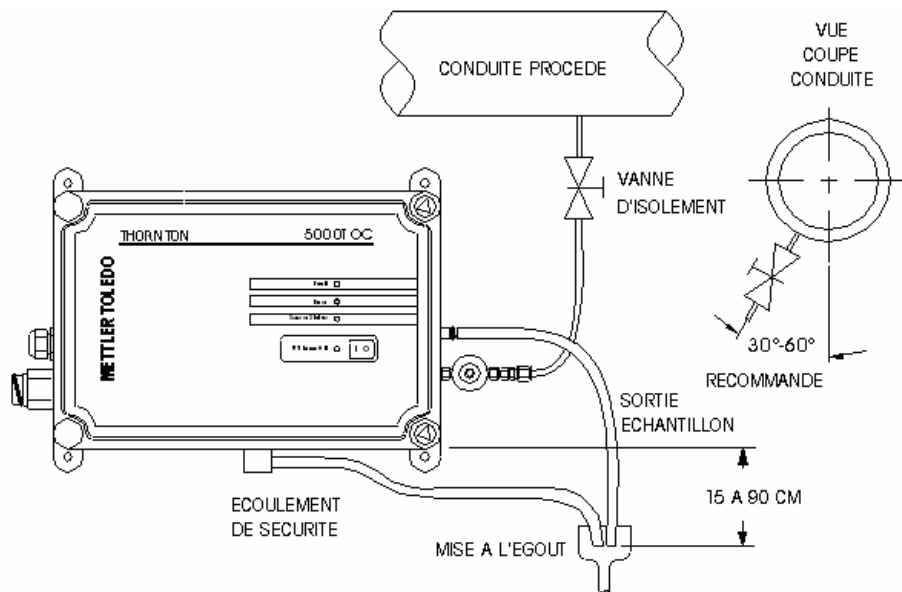

FIGURE 2
- Diriger le tube vers le tuyau atmosphérique situé à proximité de la sonde. Voir la figure 2, pour les dimensions de l'emplacement du tuyau. **Prendre bonne note de la longueur du tuyau comprise entre 15 et 90 cm.**
**Important ! Le tube de sortie d'échantillon en polyuréthane doit être branché sur une conduite d'alimentation ou un puisard de drainage pour créer un intervalle d'air et éviter le siphonnement. L'installation doit respecter les dimensions indiquées sur la figure 2 pour un fonctionnement correct de la sonde.**
- Diriger le tube vers le tuyau atmosphérique situé à proximité de la sonde. Voir la figure 2, pour les dimensions de l'emplacement du tuyau.